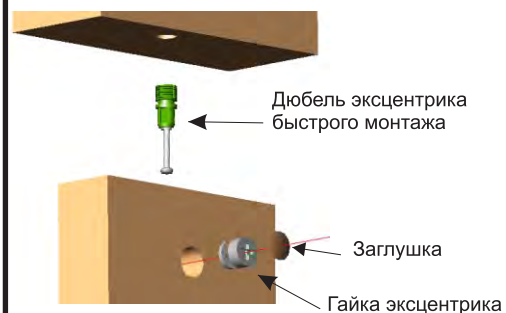
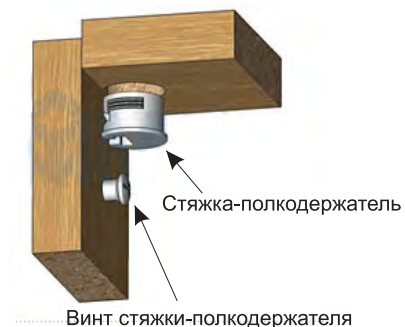

Рис. 2
Рис.3
Установите шканты (6) в отверстия d=8 мм низа B и топа A. Вставьте дюбель эксцентрика быстрого монтажа (4) в низ B и в топ A. Вкрутите дюбель (3) в отверстия диаметром 5 мм в боковинах F и H (в боковинах F на уровне средней полки отв. d=5 необходимы для фиксации боковин C) (для крепления полок G, K и задней стенки E, J). Установите стяжки полкодержателя (2) в соответствующие отверстия полок G, K и задней стенки E, J. Установите опоры (1) в отверстия в плоскости низа B. С помощью эксцентриковой стяжки (4,7) присоедините боковину H к низу B и топу A. Эксцентриковые гайки (7) с помощью отвертки затяните по часовой стрелке до фиксации (см. Рис.2). С помощью эксцентриковой стяжки (4,7) присоедините боковины C к топу A и низу B. В собранную конструкцию установите задние стенки и полки до фиксации (см. Рис.3). В эксцентриковые гайки (7) вставьте заглушки (5), а заглушки (9) в неиспользуемые отверстия боковины H. Отрегулируйте опоры (1) по высоте при помощи шестигранного ключа. При необходимости, узкое отделение можно использовать в качестве гардероба, для этого необходимо установить выдвижную штангу (8) на нижнюю плоскость верхней полки K, либо на нижнюю плоскость топа A.